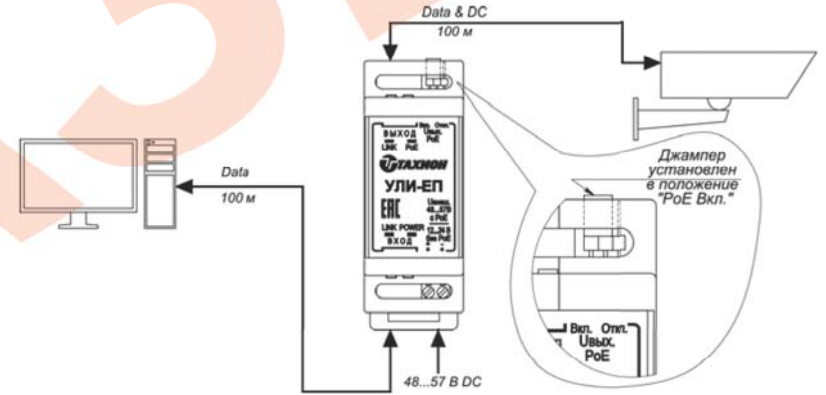

Рис.4 Пример удлинения сигнала Ethernet и питания от сервера к IP видеокамере (с PoE).
- с внешним источником питания 48...57 В DC – изделие работает как инжектор (см. рис.4)